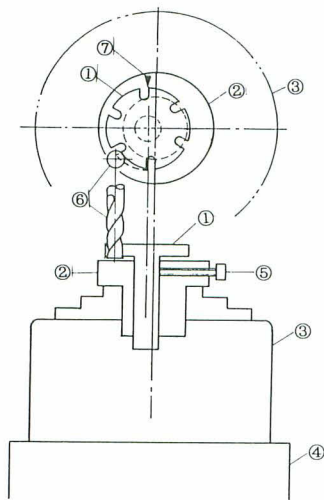
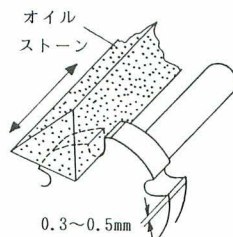

図21-27
図21-28
図21-27は図21-24 bの形に加工する例で、円テーブル④の上に偏心穴のあるヤトイ②とチャック③をセットし、ブランク①の刃先を②に刻んだマーク⑦に合わせてねじ⑤で固定し、円テーブルを回しつつエンドミル⑥で逃げ部分を削ります。⑤を緩めて次の切れ刃を⑦に合わせて削り、これを6回くり返します。ただし図21-28のように刃先部分は削らずに0.3~0.5mm幅に残しておき、最後に三角のオイ